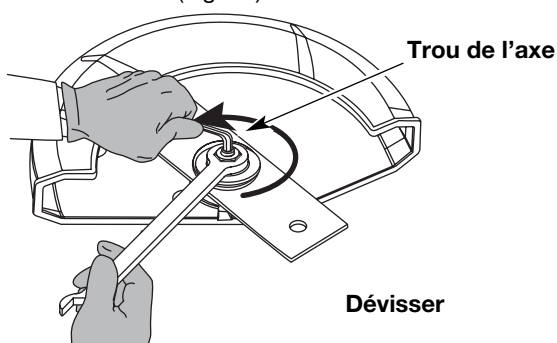

Fig. 15
- Placez une clef Allen de 5/16" dans le trou de l'axe (Fig. 15).
- Tout en tenant la clef Allen en place, dévisser l'écrou avec une clef de 15/16" en le dévissant dans le sens inverse des aiguilles d'une montre. (Fig. 15).